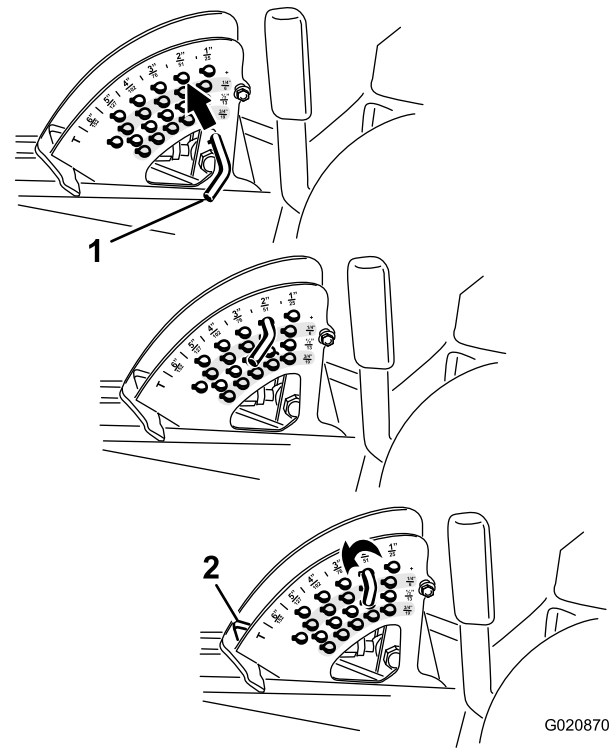

Figura 26
2. Gire el pasador de tope hasta que el pasador cilíndrico que contiene se alinee con las ranuras de los taladros del soporte de altura de corte, y retire el pasador (Figura 26).
3. Seleccione un taladro del soporte de altura de corte que corresponda a la altura de corte deseada, inserte el pasador y gírelo para bloquearlo en esa posición (Figura 26).
Nota: Hay 4 filas de orificios (Figura 26). La fila superior corresponde a la altura de corte impresa encima del pasador. La segunda fila corresponde a la altura impresa más 6 mm (¼"). La tercera fila corresponde a la altura impresa más 12 mm (½"). La fila inferior corresponde a la altura impresa más 18 mm (¾"). Para la posición de 15.8 cm (6") hay un solo taladro, situado en la segunda fila. Esta posición no añade 6 mm (¼") a la altura de 15.8 cm (6").